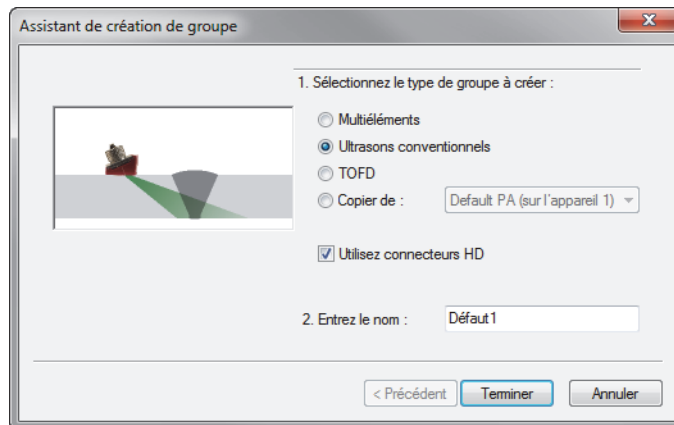

Figure 4-13 Boîte de dialogue Assistant de création de groupe UT conventionnels
2. Dans la boîte de dialogue **Assistant de création de groupe** qui s'affiche, faites ce qui suit (Figure 4-13 à la page 116) :